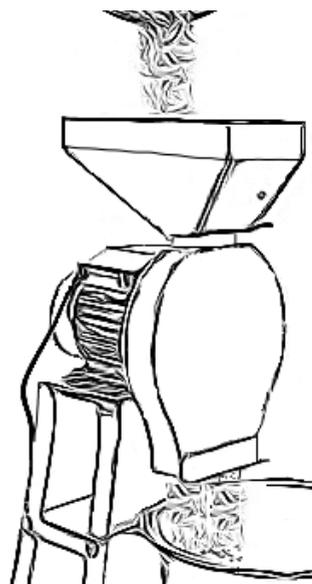

Fig. 7
- Soit vous remplissez l'entonnoir (2) d'une quantité raisonnable de maïs concassé, soit vous insérez des épis de maïs séchés les uns après les autres dans la fente (4). (Fig. 7)